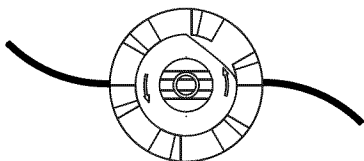

Fig. 20
3. Desenrosque la línea vieja de la bobina y sáquela del orificio central de la bobina. (Fig. 20)